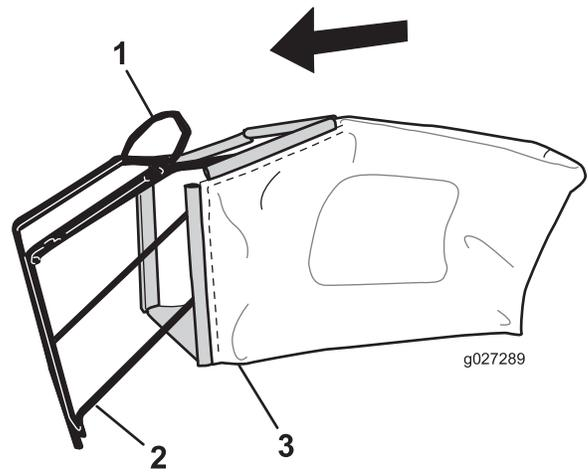

Bild 8
Hinweis: Schieben Sie den Grasfangkorb nicht über den Holm (Bild 8).
1. Schieben Sie den Fangkorb auf den Rahmen, wie in Bild 8 abgebildet.